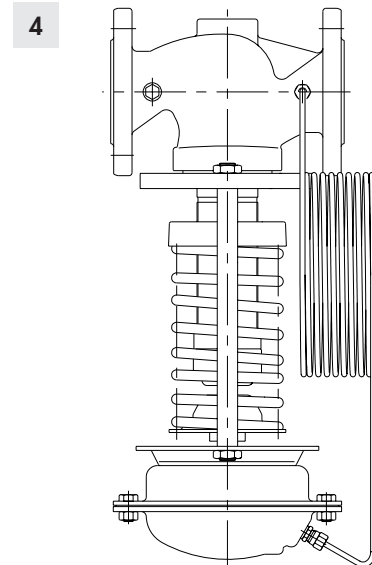

Bild 2: Steuerleitungsbausatz ohne Ausgleichsgefäß
- ¹⁾ Die minimal oder maximal zulässige Temperatur kann durch den Ventilwerkstoff eingeschränkt werden. Vgl. Temperaturdiagramme in ► T 2500, Bild 2.